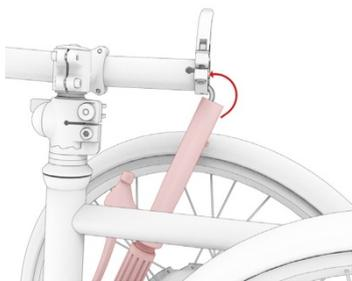

Fig. 1.2
- ❗ Poussez les extrémités du guidon dans le tube principal jusqu'à ce qu'elles ne puissent plus être poussées à l'intérieur et fermez le blocage rapide rouge (Fig. 1.2 + 1.3).